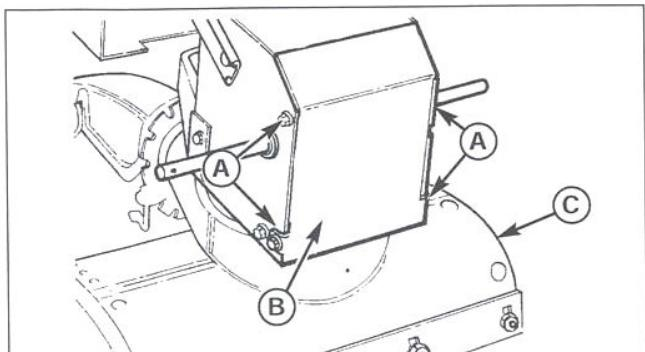

Рис. 22. Нижняя крышка
3. Поставьте снегоотбрасыватель на переднюю часть корпуса шнека (C, рис. 22).
4. Ослабьте болты (A) с каждой стороны нижней панели (B).
5. Снимите нижнюю панель (B).
11. Установите нижнюю панель (B, рис. 22) и затяните болты (A).